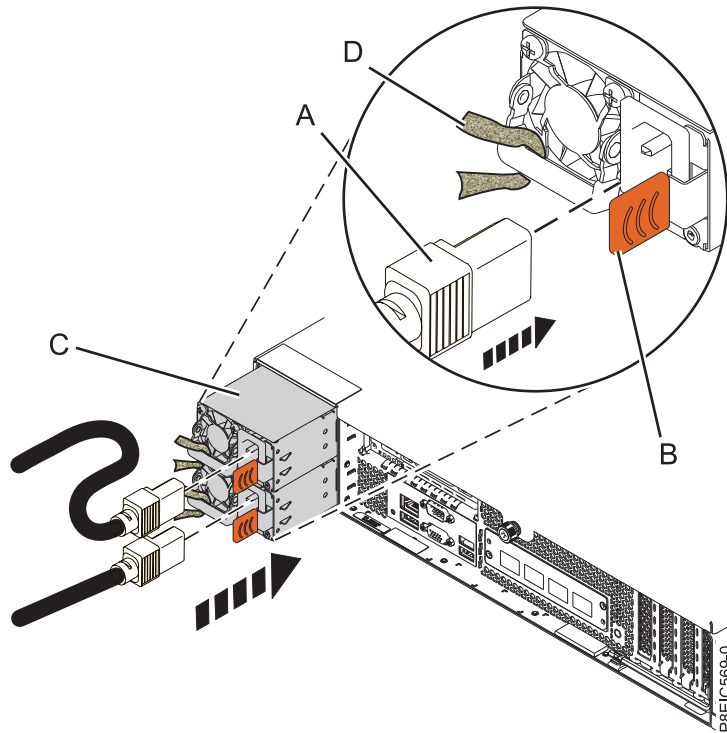

図 55. システムの電源装置の取り替え
1. 電源装置 (C) をベイに位置合わせし、ラッチ (B) が所定の位置にロックされるまで、電源装置をスライドさせてシステムに押し込みます。 93 ページの図 55 を参照してください。
- 電源コードを電源装置に接続します (図 55 を参照)。